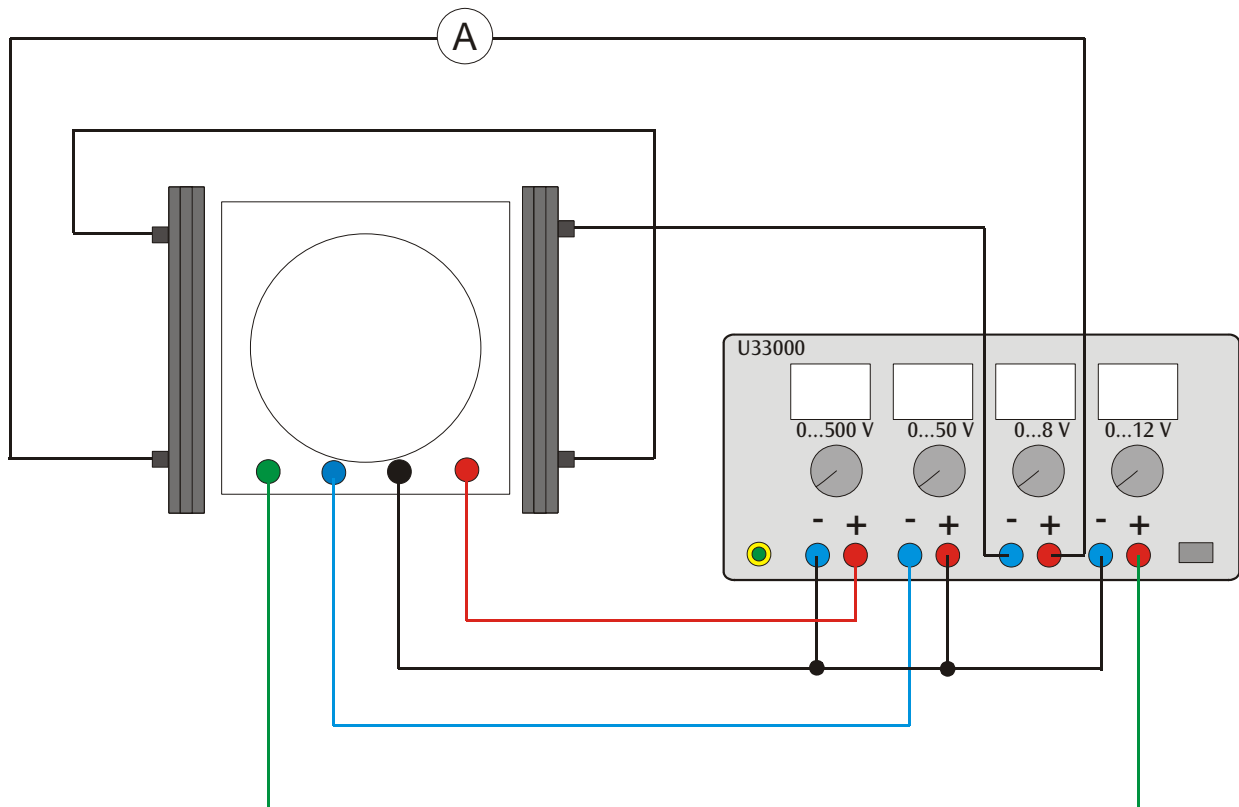

Fig. 4 Anschluss der Fadenstrahlröhre an das DC-Netzgerät 500 V U33000
- Beschaltung gemäß Fig. 4 durchführen.